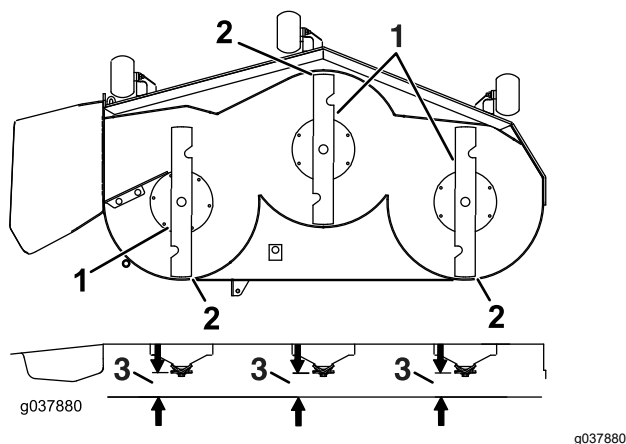

Figura 86
7. Compruebe la inclinación longitudinal de las cuchillas (Figura 86). Asegúrese de que la punta de la cuchilla delantera está más baja que la punta de la cuchilla trasera, según se muestra en la tabla *Altura de los bloques e inclinación*. Si es necesario un ajuste, siga con este procedimiento.